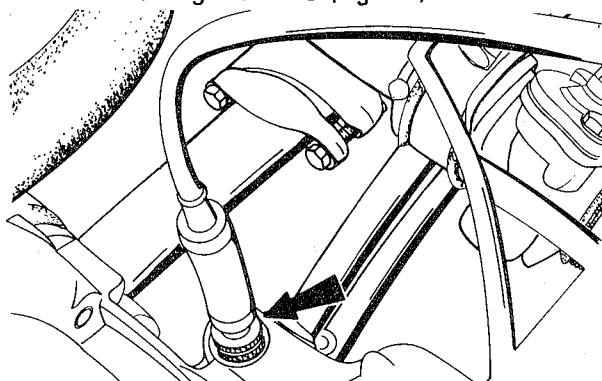

fig. 16
3. Soltar a porca de retenção do cabo do velocímetro e desligar o cabo (fig. 16)
23. Ligar o cabo do velocímetro, fixando-o com a respectiva porca de retenção (fig. 16)